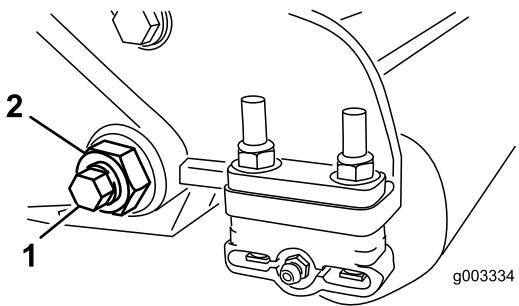
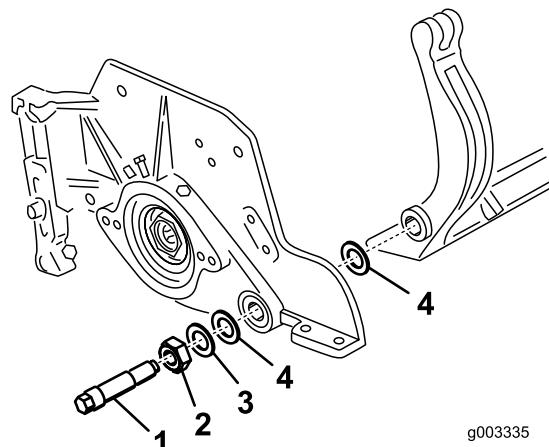
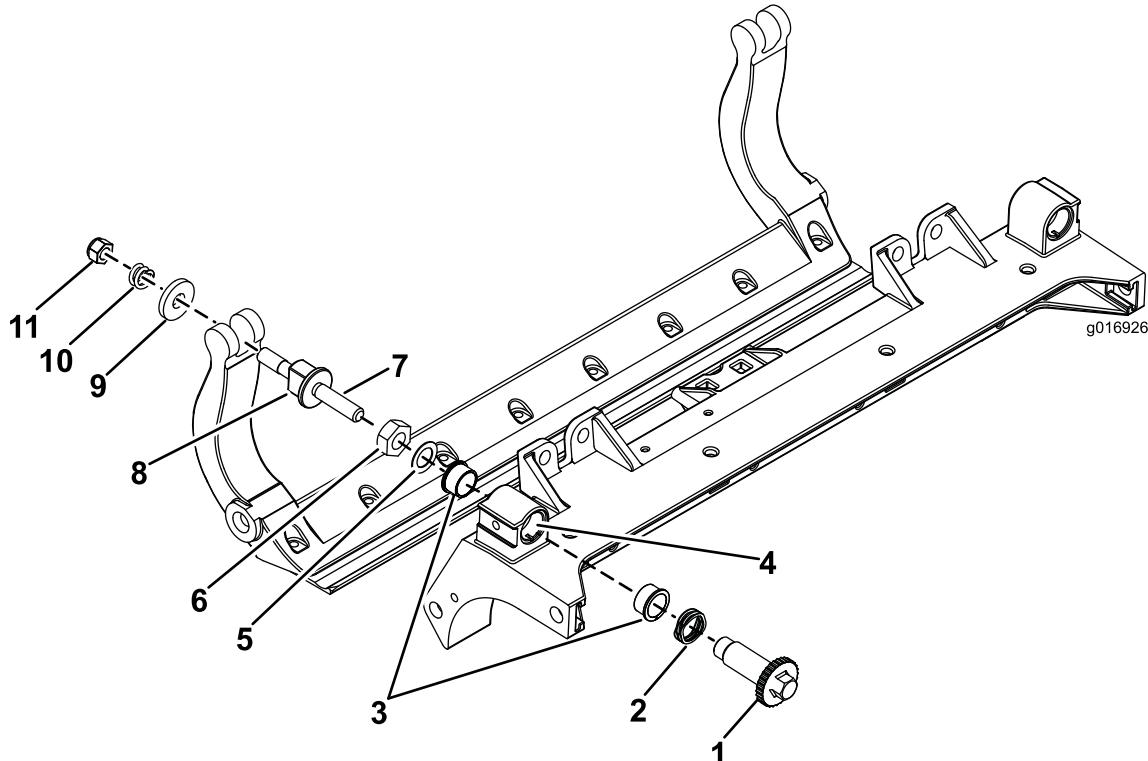

Bild 30
Bild 31
Bild 33
- Nehmen Sie jede Schraube des Untermesserträgers ab, damit der Untermesserträger nach unten gezogen und von der Maschine entfernt werden kann (Bild 30). Bewahren Sie die beiden Nylonscheiben und die beiden Scheiben aus gestanzten Stahl an jedem Ende des Untermessers auf (Bild 31).
- Lösen Sie an jeder Seite der Maschine die Klemmmutter, mit der die Schraube des Untermesserträgers befestigt ist (Bild 30).
- Befestigen Sie den Untermesserträger mit den Untermesserträgerschrauben (Muttern an den Schrauben) und den sechs Scheiben an jeder Seitenplatte. Legen Sie eine Nylonscheibe an jede Seite des Seitenplattenansatzes. Legen Sie eine Stahlscheibe außen auf jede Nylonscheibe (Bild 31). Ziehen Sie die Schrauben mit 27-36 Nm an.
Untermesserträgers darf jedoch kein Spiel haben (Bild 31).
1. Entfernen Sie alle Teile (siehe *Installationanleitung* für das HD-DPA-Kit Modellnr. 120-7230 und auch Bild 33).
2. Tragen Sie ein Mittel zur Vermeidung des Festfressens innen im Büchsenbereich am mittleren Mähwerkrahmen auf (Bild 33).
3. Fluchten Sie die Keile an den Flanschbüchsen mit den Schlitten im Rahmen aus und setzen Sie die Büchsen ein (Bild 33).
4. Legen Sie eine Wellenscheibe auf die Einstellerwelle und schieben Sie die Welle auf die Flanschbüchsen im Mähwerkrahmen (Bild 33).
5. Befestigen Sie die Einstellerwelle mit einer Flachscheibe und einer Sicherungsmutter (Bild 33). Ziehen Sie die Sicherungsmutter mit 20-27 Nm.
Schrauben) und den sechs Scheiben an jeder Seitenplatte. Legen Sie eine Nylonscheibe an jede Seite des Seitenplattenansatzes. Legen Sie eine Stahlscheibe außen auf jede Nylonscheibe (Bild 33). Ziehen Sie die Schrauben des Untermesserträgers auf 27-36 Nm an. Ziehen Sie die Sicherungsmuttern an, bis sich die Stahlscheibe außen nicht mehr dreht und kein Spiel am Ende vorhanden ist, ziehen Sie jedoch nicht zu stark an oder verbiegen Sie die Seitenplatten. Die Scheiben innen können einen Abstand aufweisen (Bild 31).